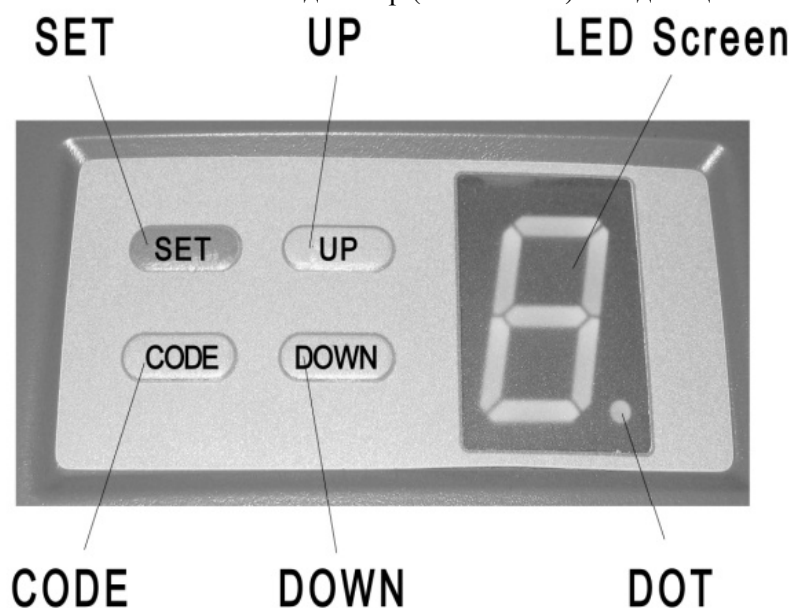

Рис. 5. Панель управления Таблица 4.
- Сразу после включения вилки в розетку кратковременно загорится лампа освещения (подсветка), а индикатор на панели управления привода (рис. 5) отобразит цифры от «9» до «1», после чего привод перейдет в режим ожидания (на индикаторе высветятся символы «П» или «-»). Если вышеописанной индикации нет, отключите привод из розетки и внимательно проверьте все подключения (сверьтесь с разделом «Неисправности и рекомендации по их устранению»).
Настройка привода осуществляется при помощи панели управления (рис. 5), на которой расположены четыре кнопки, двоясменный 7-сегментный индикатор (LED Screen) и индикационная точка (DOT).